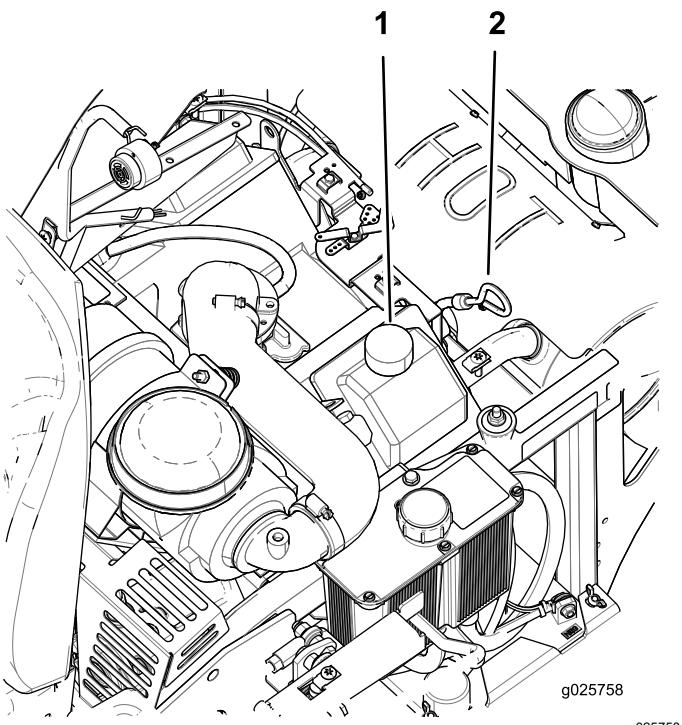

Figura 36
- Para que no entre suciedad, recortes de hierba, etc., en el motor, limpie la zona alrededor del tapón de llenado/varilla de aceite antes de retirarlo (Figura 36).
- Si el nivel de aceite es bajo, límpie la zona alrededor del tapón de llenado, retire el tapón y añada aceite hasta que llegue a la marca **Lleno (Full)** de la varilla (Figura 36).
5. Vierta lentamente un 80% aproximadamente del aceite especificado por el tubo de llenado, luego añada lentamente el resto del aceite hasta que llegue a la marca **Lleno (Full)** de la varilla (Figura 36).
6. Arranque el motor y conduzca hasta una zona llana. Compruebe el nivel de aceite otra vez (Figura 36).